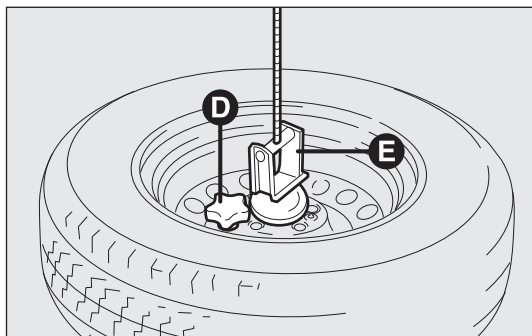

fig. 170
- svitare il pomello di trattenimento D-fig. 170 e liberare la ruota sfilando il supporto E.
- prelevare la ruota sostituita, riagganciarla al supporto E-fig. 170 ed avvitare il pomello D;